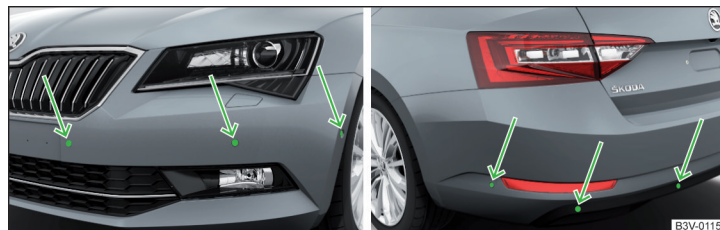

Fig. 270 Locul de amplasare al senzorilor de pe partea stângă a autovehiculului: față/spate
- Mențineți senzorii sistemului » **fig. 270 la pagina 235** curați, fără zăpadă sau gheață și nu îi acoperiți cu niciun fel de obiecte, pentru a nu limita funcționarea sistemului.
Sistemul calculează cu ajutorul undelor de ultrasunete distanța dintre bara de protecție și un obstacol. Senzorii cu ultrasunete se găsesc în bara de protecție spate, respectiv și în bara de protecție față, în funcție de dotarea autovehiculului » **fig. 270**.